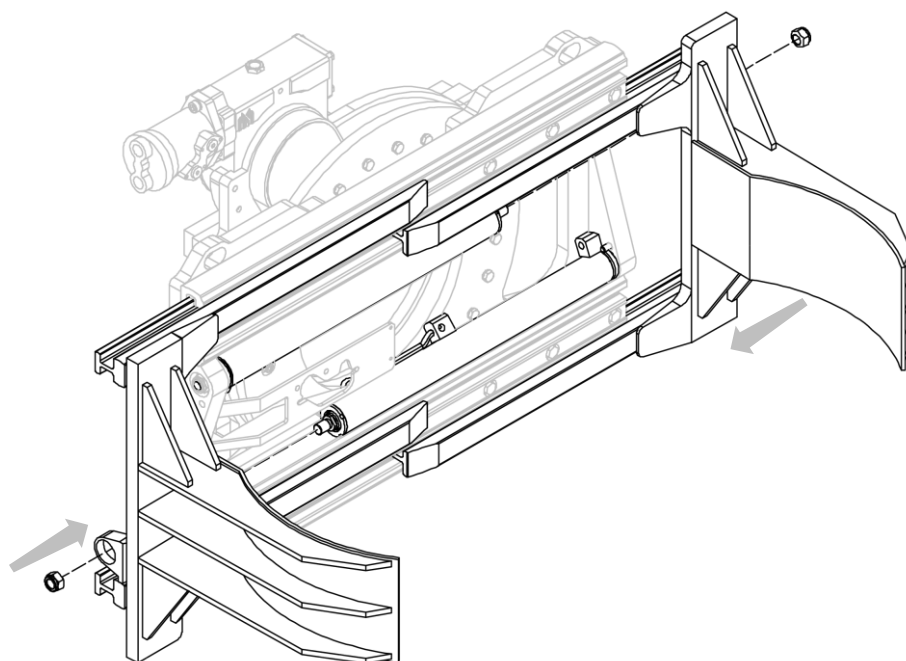
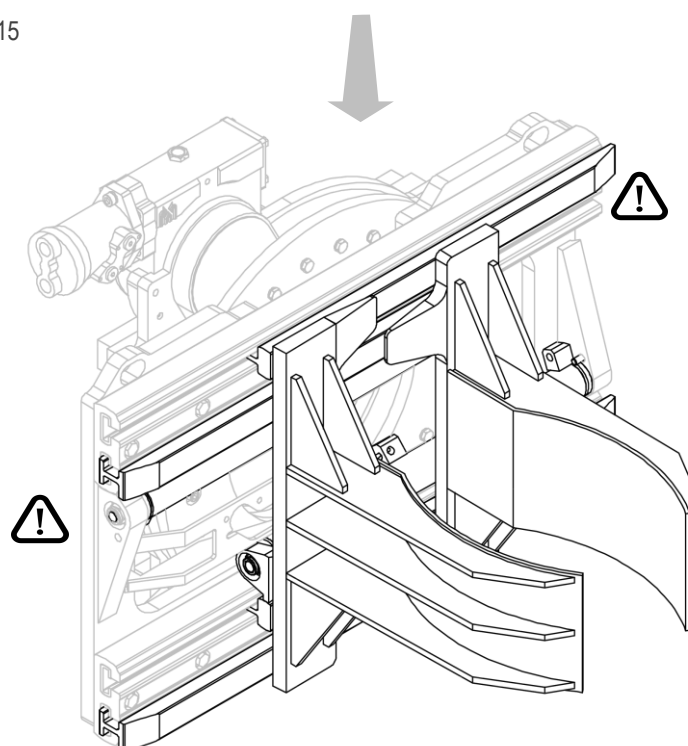

Figura 15
Figura 16
2. Insertar los perfiles, con los correspondientes brazos, en los asientos correspondientes y fijarlas a los cilindros mediante las correspondientes tuercas (mira *Figura 15* y *Figura 16*).